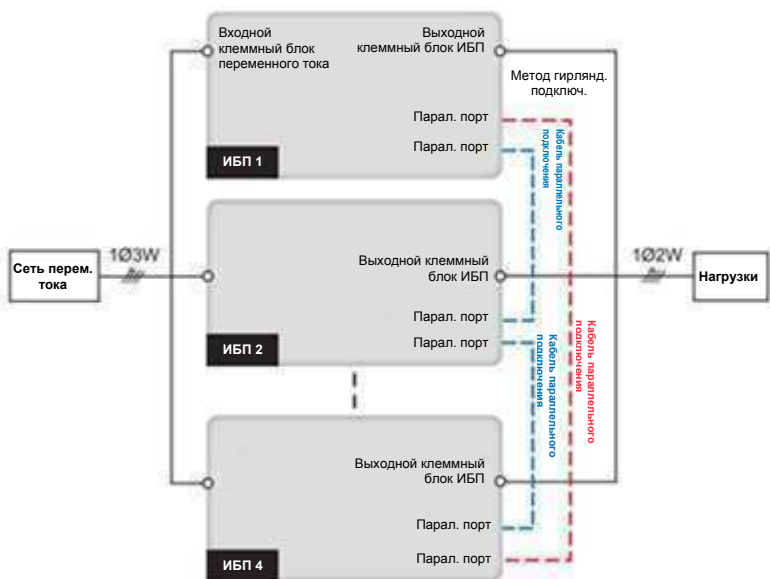

Рисунок 7-4. Схема электрических соединений параллельных ИБП
1. Параллельно можно подключать до 4 ИБП. Для повышения надежности параллельного подключения используйте метод «гирляндного» соединения. См. *Рисунок 7-4*.
1. Параллельно можно подключать до 4 ИБП. Для повышения надежности параллельного подключения используйте метод «гирляндного» соединения. См. **Рисунок 7-4**.